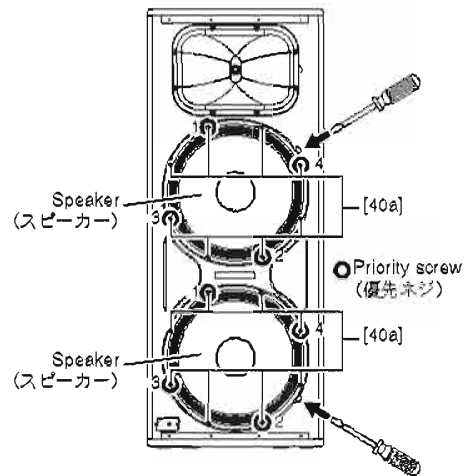

Fig. 2 (図 2)
- 2-2. Remove the eight (8) screws marked [40a]. (Fig. 2, 3)
- 2-3. Insert the flat blade screwdriver or the like into the cavity of the cabinet, and push the upper speaker up to remove it. (Fig. 2, 3)
* When installing the speaker, first tighten the four (4) priority screws in order as shown in Fig. 2.
- 2-2. [40a] のネジ 8 本を外します。(図 2、3)
- 2-3. キャビネットの切り欠きにマイナスイライパーなどを差し込んで、上側のスピーカーを浮かせて外します。(図 2、3)
※ スピーカーを取り付けるときは、優先ネジ 4 本を図に示す順番で先に締めてください。(図 2)